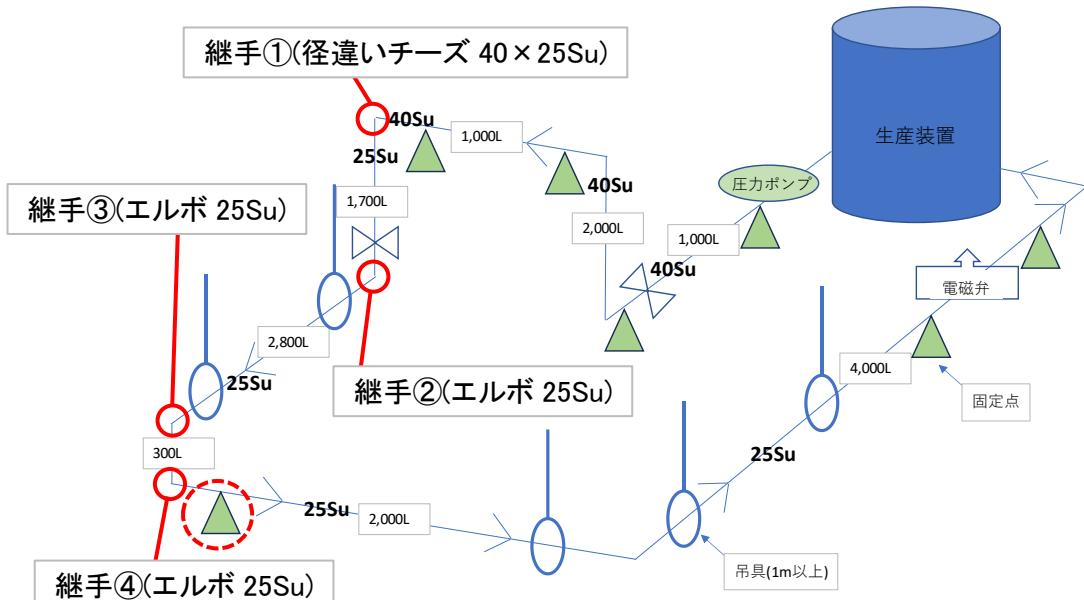

図 4-17 ウォーターハンマー試験 II 概略図
(1) 試験方法
ウォーターハンマーによる振動を想定し、電磁弁を使用して強制的にウォーターハンマーを発生させ、配管経路に設置された継手の袋ナットの緩みを確認する。図 4-17 の通り、ウォーターハンマー試験 I の試験配管に固定点を追加し(図 4-17 の赤点線部)、継手①、②、③、④(図 4-17 赤丸部)について評価を行う。